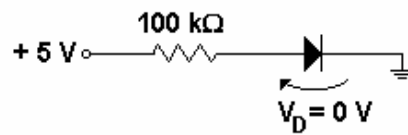

FIGURA 7
14) O que há de errado com o circuito da Figura 7?